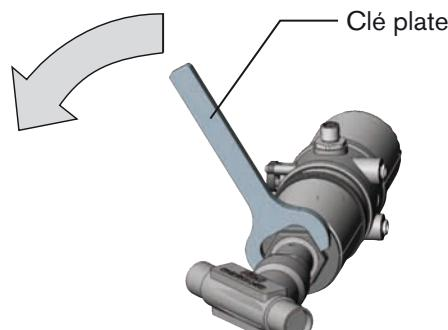

Figure 18 : Tourner avec une clé spéciale / clé plate
- Tournez le module actionneur uniquement dans le sens contraire des aiguilles d'une montre (voir « Figure 18 »).